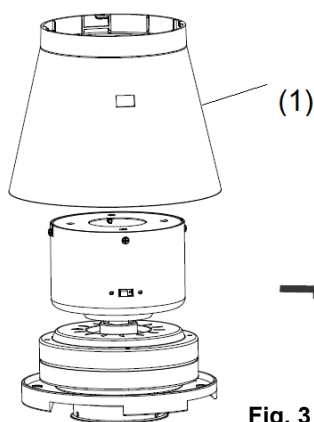

Fig. 3
- Installare l'alloggiamento del motore (1) sul gruppo motore. (Fig. 3)